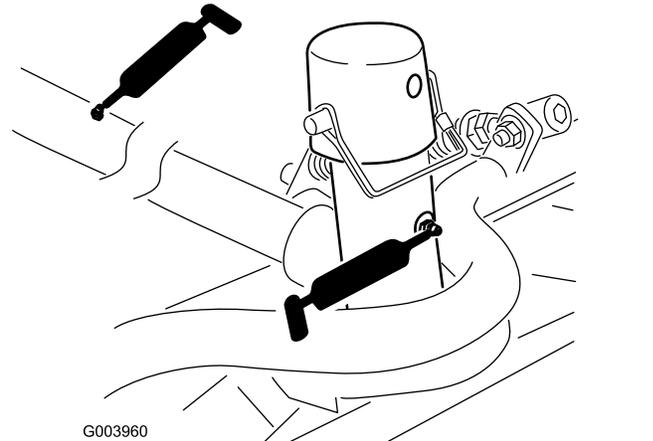

**Figura 70**
- Articulación de cardán del árbol de transmisión de la bomba (3) (Figura 70)